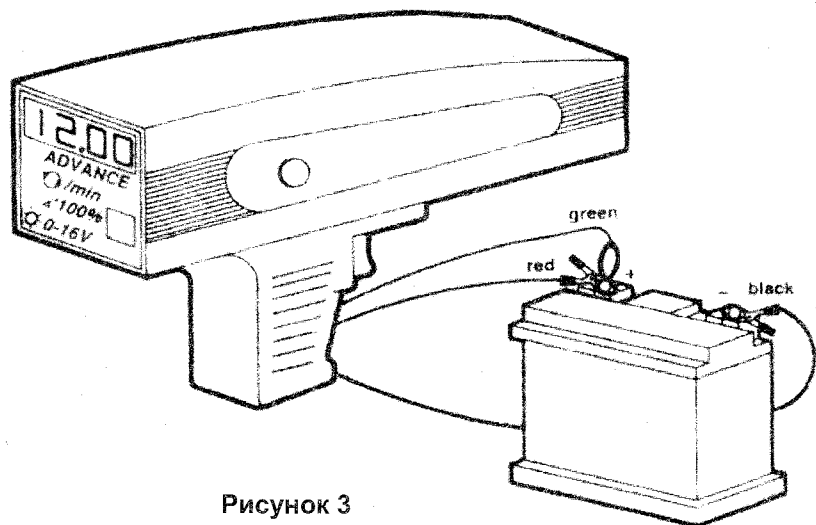

Рисунок 3
-) подсоедините черный зажим к отрицательному (-) контакту батареи, а красный, зеленый зажим – к положительному (+). (См. рисунок 3)